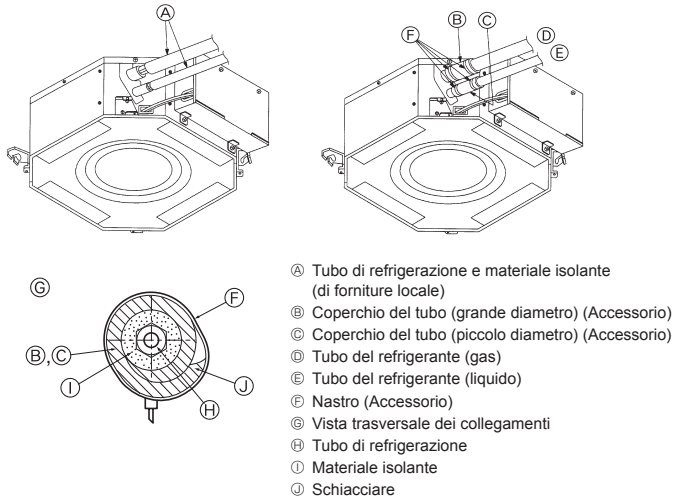

Fig. 3-3
3.3. Sezione interna (Fig. 3-3)